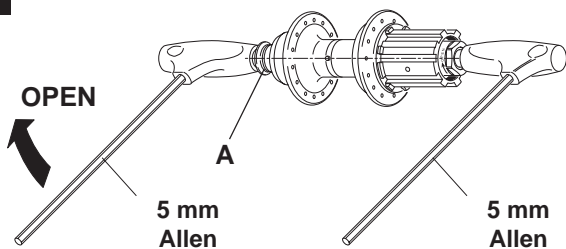
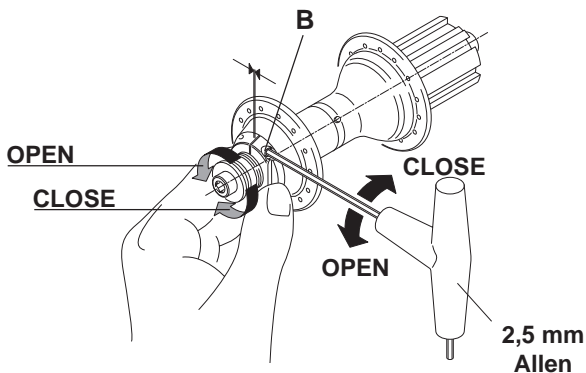

Fig. 6
Fig. 7
- Inserite bene (per almeno 10mm) la chiave a brugola da 5 mm nel dado (A) e svitatelo contrastando la rotazione del perno con l'altra chiave a brugola bene inserita nell'estremità opposta del perno (Fig. 6). Allentate di circa 3 giri la vite (B) con la chiave a brugola da 2.5mm inserita a fondo (**Record e Chorus**, Fig. 7) o per mezzo di un cacciavite a croce Phillips (per **Daytona**), svitate e rimuovete la ghiera (C). Premete il perno verso il corpo mozzo, così facendo il corpetto ruota libera esce dalla sua sede; estraete l'assieme perno-corpo RL e rimuovete l'anello (D), i coni (E), la guarnizione (F) (facendo attenzione a non rovinarla) e i cuscinetti a sfere (G). (Continua a pag. 21)
- Fit the 5 mm Allen wrench properly onto nut (A) (insert at least 10mm) and unscrew the nut, countering the rotation of the axle with the other Allen wrench fitted properly onto the opposite end of the axle (Fig. 6). Loosen screw (B) by about 3 turns with the 2.5 mm Allen wrench fully engaged (Fig. 7 for **Record and Chorus**) or with a Phillips type screwdriver (for **Daytona**), unscrew and remove the lock ring (C). Push the axle towards the hub body, making sure that the free-hub body comes out of its seat; pull out the axle / free-hub body unit and remove ring (D), cones (E), gasket (F) (take care not to damage it) and ball bearings (G). (Continued on Page 21)
- Den 5 mm Inbusschlüssel tief (mindestens 10 mm) in die Mutter (A) einführen und diese lockern. Dabei der Rotation der Achse mit einem zweiten Inbusschlüssel entgegengewirkt, der auf der anderen Seite der Achse tief eingeführt wird (Abb. 6). Bei **Record und Chorus** mit dem tief eingeführten 2,5 mm Inbusschlüssel (Abb.7) und bei **Daytona** mit dem Phillips Schraubenzieher die Schraube (B) mit 3 Umdrehungen lockern, die Einstellbuchse (C) losschrauben und abnehmen. Die Achse zum Nabenkörper hin drücken, so daß der Freilaufkörper aus seinem Sitz tritt; die Einheit Achse-Freilaufkörper herausziehen und den Ring (D), die Konuse (E), die Dichtung (F) (darauf achten, diese nicht zu beschädigen) sowie die Kugellager (G) abnehmen. (Fortsetzung auf S. 21)
- Inserez (au moins 10 mm.) la clé Allen de 5 mm. dans l'écrou (A) et dévissez-le en empêchant la rotation de l'axe avec l'autre clé Allen bien fixée à l'extrémité opposé de l'axe (Fig.6). Déserrez d'environ 3 tours la vis (B) avec la clé Allen de 2,5 fixée à fond (Fig. 7) (pour **Record et Chorus**) ou avec un tournevis croix Phillips (pour **Daytona**), dévissez et enlevez la bague (C). Appuyez l'axe vers le corps du moyeu, en faisant cela, le corps de la roue-libre sort de son logement, ôtez l'ensemble axe-corps roue-libre et enlevez la bague (D), les cônes (E), le joint (F) (en faisant attention à ne pas l'endommager) et les roulements à billes(G). (suite à page 21)
- Introducir bien (por lo menos 10 mm) la llave allen de 5 mm en la tuerca (A) y aflojarla contrastando la rotación del eje con la otra llave allen bien introducida en la extremidad opuesta del eje (Fig. 6). Aflojar unos tres giros el tornillo (B) con la llave allen de 2.5 mm introducida hasta el fondo (para **Record y Chorus**) (Fig. 6) o con el destornillador a cruz (para **Daytona**) y desenroscar la virola (C). Presionar el eje hacia el cuerpo del buje, de manera que el cuerpo rueda libre salga de su sede; extraer el conjunto eje-cuerpo rueda libre y quitar el anillo (D), los conos (E), la junta (F) (prestando atención a no dañarla) y los cojinetes de bolas (G). (Sigue en pag. 21)
- Plaats de 5 mm imbusleutel goed in moer A (minstens 10 mm) en draai de moer los terwijl u de as vasthoudt met de andere imbusleutel aan het andere eind van de as (Fig. 6). - Draai schroef B drie slagen los met de 2.5 mm imbusleutel (Fig. 7 voor **Record en Chorus**) of een kruisschroevendraaier (voor **Daytona**), draai de borgmoer (C) los en verwijder hem. Druk de as door de naafbody, waarbij de cassettebody vrij dient te komen; trek de as / cassettebody van zijn plaats en verwijder ring (D), conus (E), lager (F) (let op dat ze niet beschadigen) en kogellagers (G). (Vervolg op pagina 21)